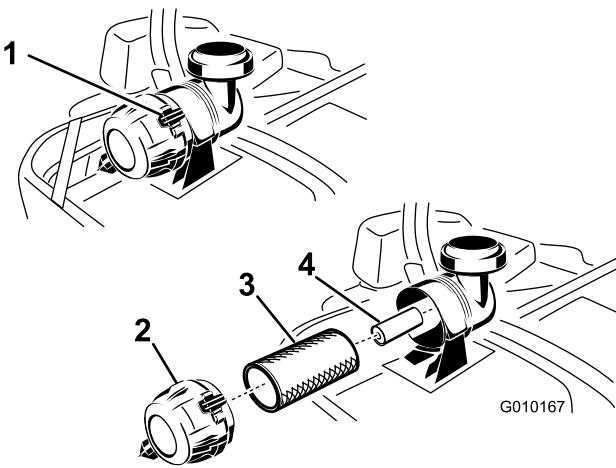

Figure 48
3. Appuyez sur les attaches du filtre à air pour les ouvrir et détachez le couvercle du corps du filtre à air (Figure 48).
5. Sortez l'élément principal du corps du filtre avec précaution (Figure 48). Évitez de cogner l'élément à l'intérieur du corps.
- Ne nettoyez pas l'élément en papier ; remplacez-le (Figure 48).
- Si vous remplacez l'élément secondaire, insérez-le avec précaution dans le corps du filtre (Figure 48).
- Placez ensuite l'élément principal sur l'élément secondaire avec le même soin (Figure 48). Assurez-vous qu'il est bien engagé en appuyant sur le rebord extérieur.
- Montez le couvercle, reniflard en bas, et tournez-le pour que les attaches verrouillent le couvercle en place (Figure 48).